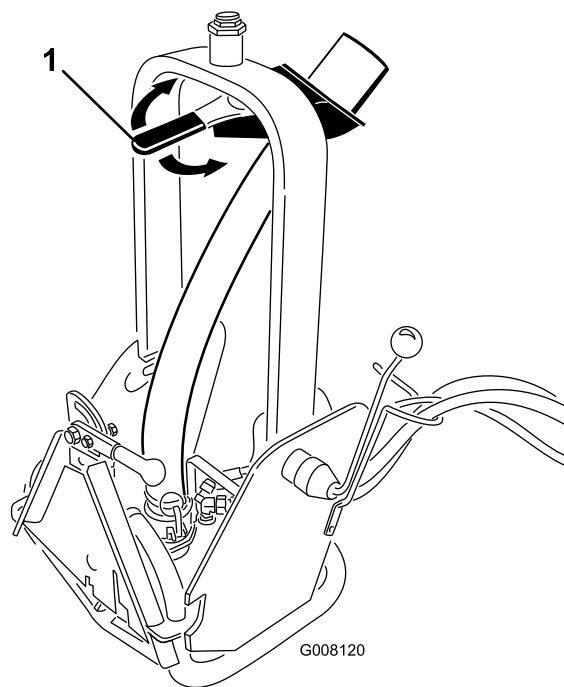

Figure 7
2. Pour régler la direction du débit, tournez la poignée de la buse (Figure 7) à la position voulue.
**Remarque:** Vous pouvez augmenter ou réduire la résistance sur la buse (Figure 7) en serrant plus